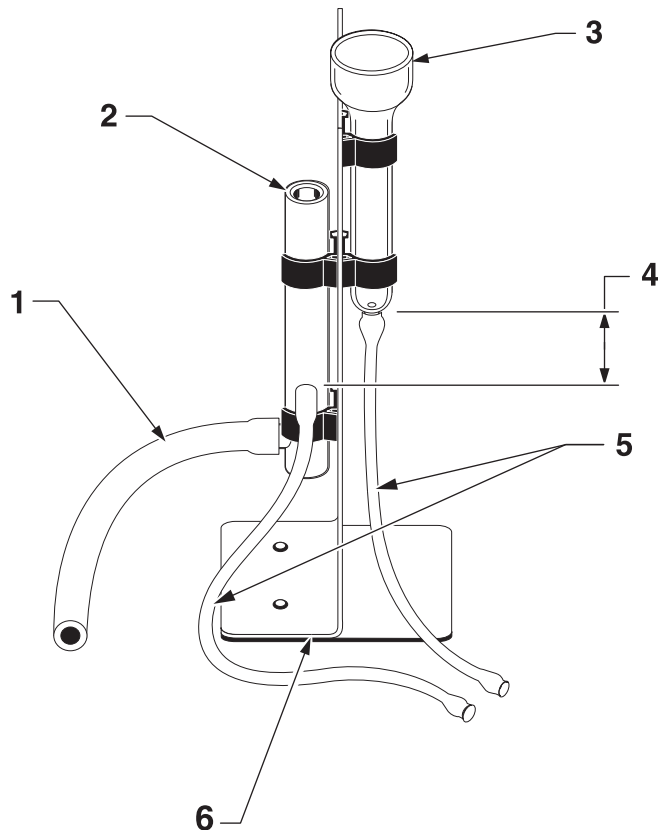
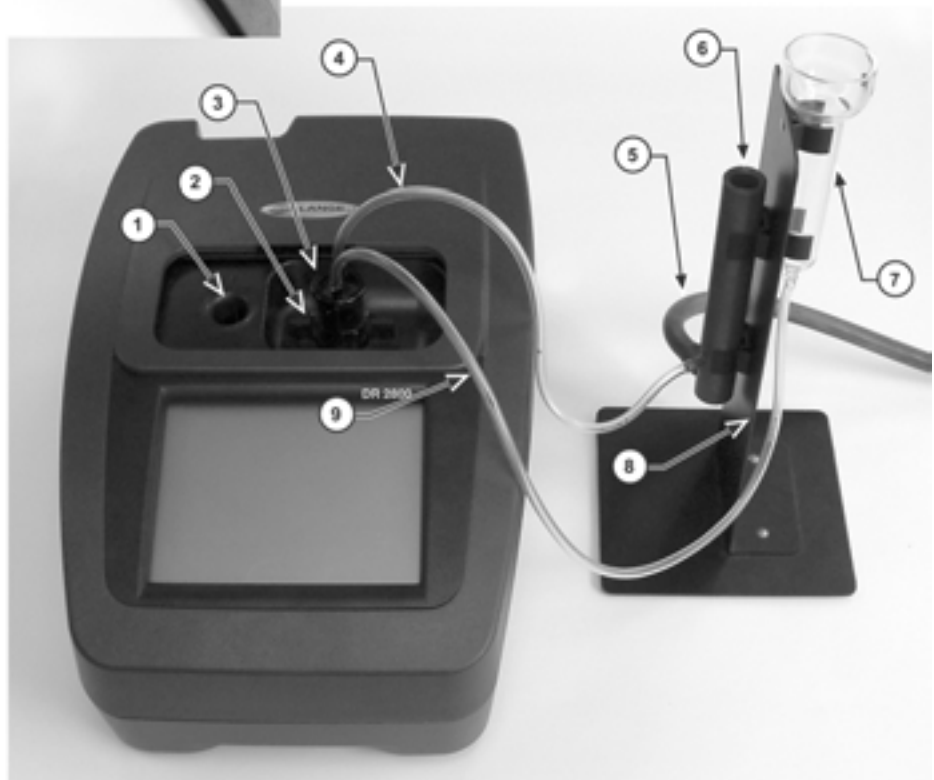

Figure 17 Kit de cuve à circulation
Figure 18 Module à circulation avec tubes en place
Extrayez le module à circulation de son emballage de transport et vérifiez s'il n'a pas été endommagé. Le module à circulation comprend les éléments suivants Figure 17 Kit de cuve à circulation à la page 129 et Figure 18 Module à circulation avec tubes en place à la page 130 :
1. Connectez le tube de débit entrant de la cuve au raccord situé au bas de l'entonnoir en verre et fixez l'entonnoir en verre au support, voir la section Figure 18 Module à circulation avec tubes en place à la page 130.
3. Connectez le tube d'écoulement (tube en caoutchouc noir) au raccord inférieur du tuyau vertical et fixez ce dernier au support, voir la section Figure 18 Module à circulation avec tubes en place à la page 130. L'extrémité libre du tube en caoutchouc doit être connectée à un collecteur de déchets approprié.